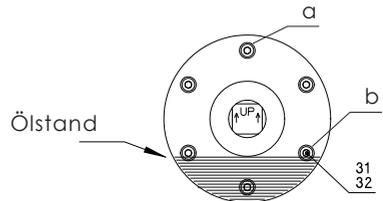

Fig. 3a
5. Den Trommelmotor wieder mit dem empfohlenen Öltyp in der richtigen Menge füllen. Der Ölstand ist korrekt, wenn das Öl exakt unterhalb der Bohrung von Schraube b steht (siehe Abb. 3a).